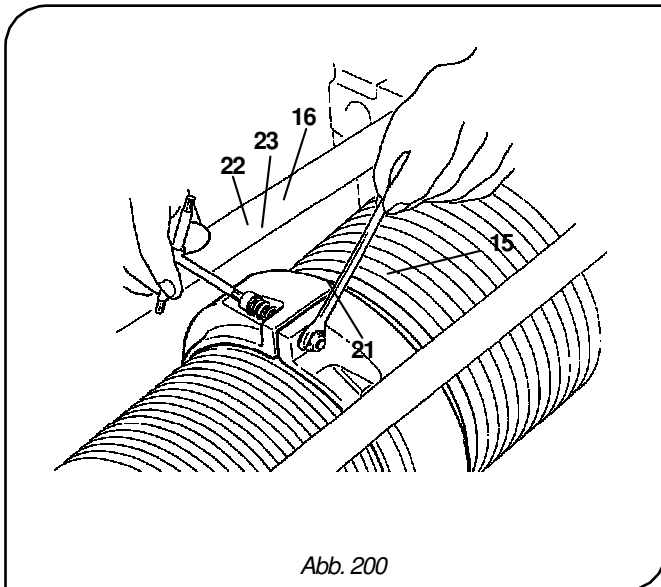

Abb. 200
7. Schieben Sie die beiden Halbringe **-15-** und **-16-** an die Trommel, setzen Sie die Schrauben **-22-** und die Federn **-23-** ein und ziehen Sie die selbstsichernden Muttern **-21-** fest, bis die Federn **-23-** vorgespannt sind. Achten Sie darauf, die Federn nicht vollständig anzuziehen und das gesamte System Halbring/Seilführung elastisch zu halten (Abb. 200).
8. Schieben Sie den Halbring **-15-** (Gegenseite zum Seilaustrag) an die Trommel und fügen Sie ihn an den Halbring **-16-** (Seilaustragsseite), setzen Sie die Schrauben **-22-** und die Federn **-23-** ein und ziehen Sie die selbstsichernden Muttern **-21-** fest, bis die Federn **-23-** vorgespannt sind. Achten Sie darauf, die Federn nicht vollständig anzuziehen und das gesamte System Halbring/Seilführung elastisch zu halten (Abb. 200).